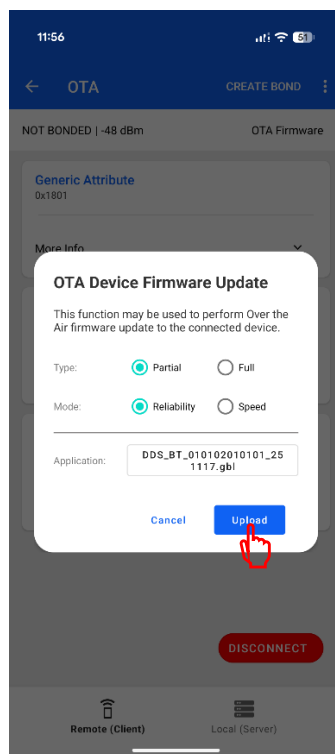

Рис. 8.6 Выбор файла прошивки
6) Выберите файл с прошивкой и нажмите «**Upload**» (рис. 8.6).